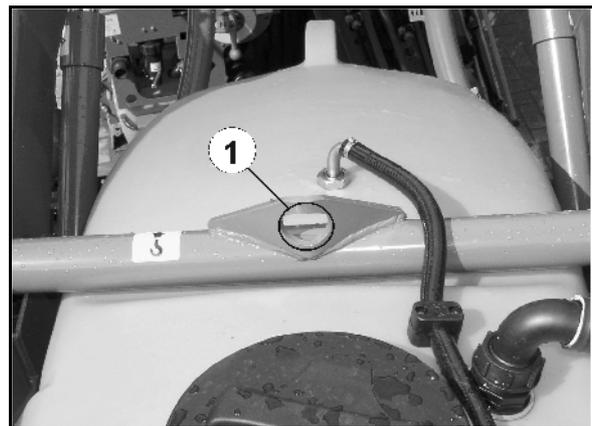

Fig. 5
Il y a à l'avant et à l'arrière de la trémie respectivement 3 points d'accrochage (Fig. 5/1, Fig. 6/1, Fig. 7/1).
- 3000 kg à l'arrière (Fig. 5)